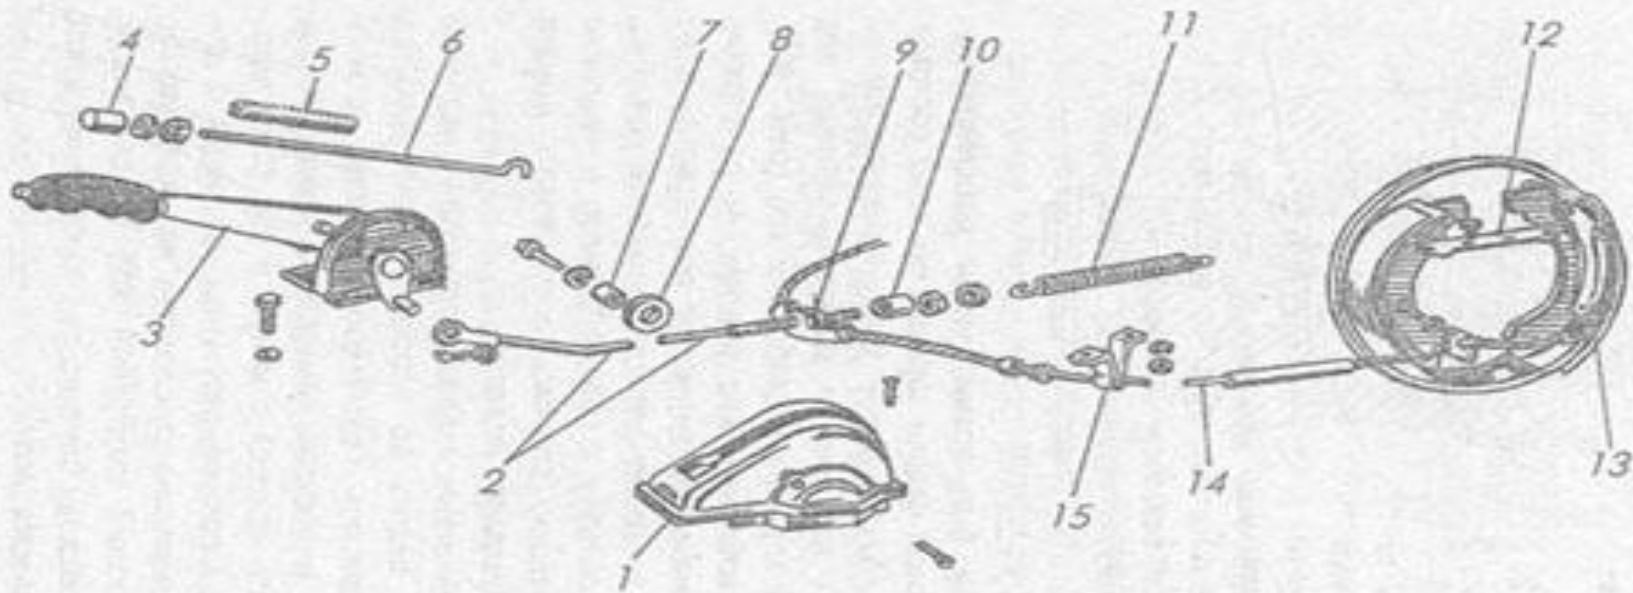

Рис. 68. Стояночная тормозная система:
- Ослабьте контргайку, регулировочную гайку, снимите оттяжную пружину 11 (рис. 68) и полностью отверните контргайку.